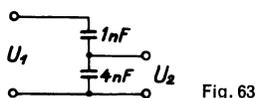

Fig. 63
63. Berechne die Dämpfung in db für eine 1000 Hz Tonfrequenzspannung des Spannungsteilers gemäß Fig. 63.